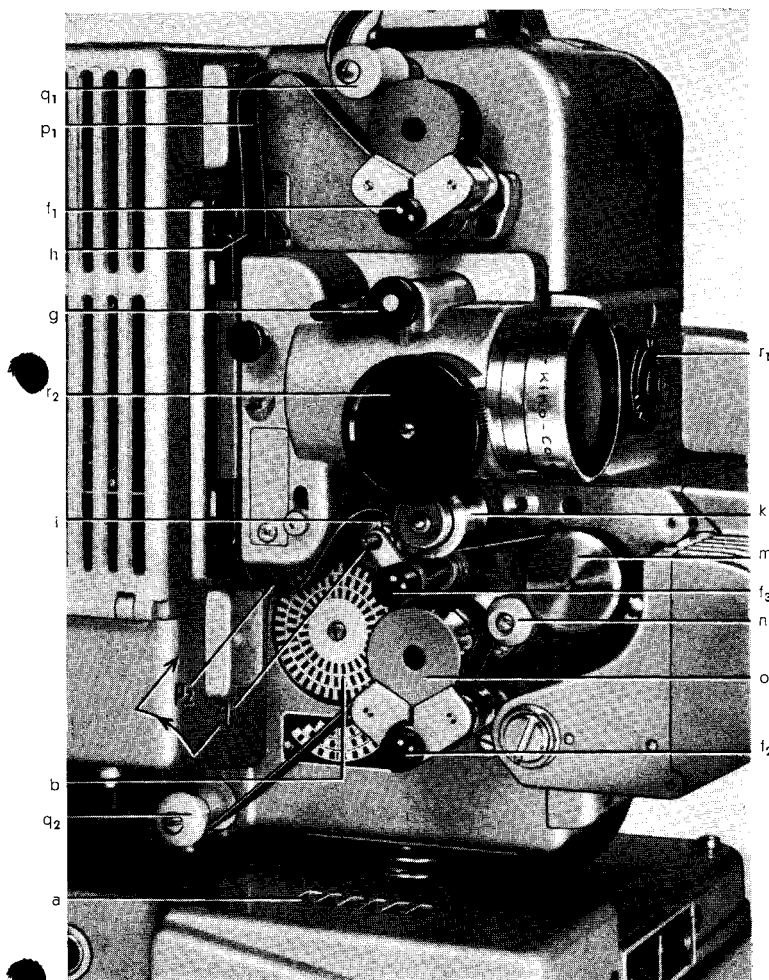

Bild 21 Filmführung
Die Filmgeschwindigkeit wird mit Knopf c (Bild 15) unter Beachtung der durch das Pilotlicht a (Bild 21) erhellten Stroboskopscheibe b eingeregelt. Das Pilotlicht wird mit Schalter k (Bild 15) betätigt. Von den drei mit den Bildzahlen/sec. 16–20–24 gekennzeichneten und in Schwarz-Weiß-Felder aufgeteilten Ringen muß der jeweils der gewünschten Filmgeschwindigkeit entsprechende Ring bei richtiger Einstellung einen stillstehenden Eindruck machen. Ein Wandern dieses Ringes nach links oder rechts ist durch entgegengesetztes Drehen des Knopfes c (Bild 15) auszugleichen. Die hier beschriebene Methode ist nur bei Wechselstrom möglich*. Nach diesen Einstellungen Projektor wieder auf »Aus« schalten.
1. Andruckrollenhalter durch Druck auf Auslöseknöpfe f_1 und f_2 (Bild 21) öffnen.
Auf Bildung einer Filmschleife p_1 (Bild 21 und 22) achten!
7. Das aus dem Filmkanal kommende Filmende p_2 (Bild 21 u. 22) zwischen Bremsrolle k und Gummirolle i um Schwungbahn m herum über Pendelrolle n und unterhalb der Zahntrommel o legen.